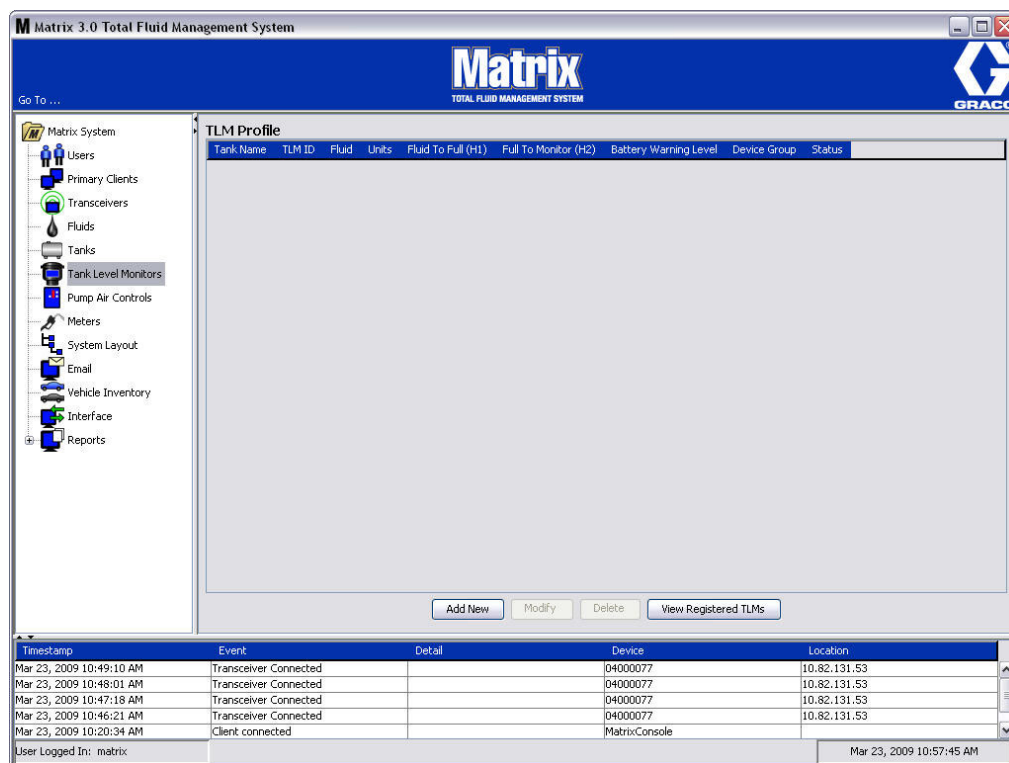

FIG. 107
L'écran illustré dans la FIG. 107, page 84, est utilisé pour ajouter, modifier, supprimer et créer un profil pour les contrôleurs de niveau de réservoir (TLM) dans un système Matrix. Chaque contrôleur de niveau de réservoir (TLM) Matrix est compris dans une identification de dispositif unique. L'identification de dispositif est ce qui permet de différencier les TLM les uns des autres.
2. Pour créer un profil et ajouter un nouveau contrôleur de niveau de réservoir au système Matrix, cliquez sur le bouton "Add New" (Ajouter nouveau) (FIG. 107).